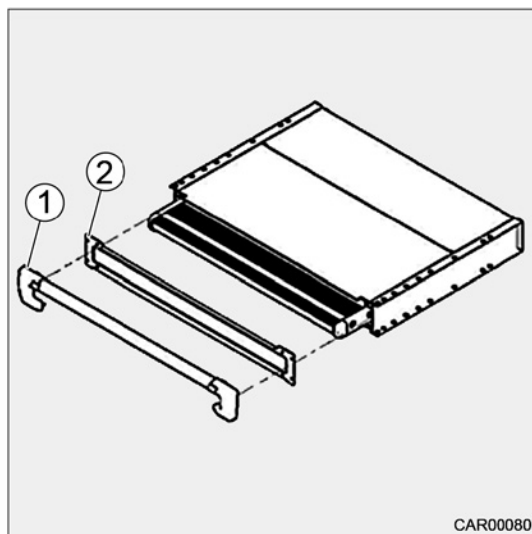

Fig. 11 Déverrouillage de secours
1. Enlever les recouvrements en plastique (Fig. 11/1) et dévisser la plaque frontale (Fig. 11/2).